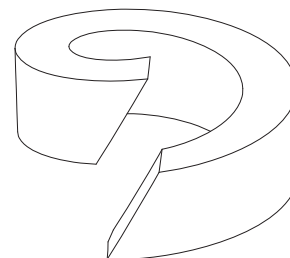

Fig. 8: Anneau d'étanchéité sectionné
- Placer un nouvel anneau d'étanchéité (pos. 17), position de montage conformément à la Fig. 8.
Si l'on utilise un anneau d'étanchéité sectionné, veiller à trancher en biais lors de la découpe (voir Fig. 8).